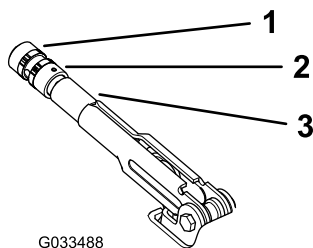

Bild 65
2. Lösen Sie die Stellschraube, mit der das Handrad am Feststellbremshebel befestigt ist (Bild 65).